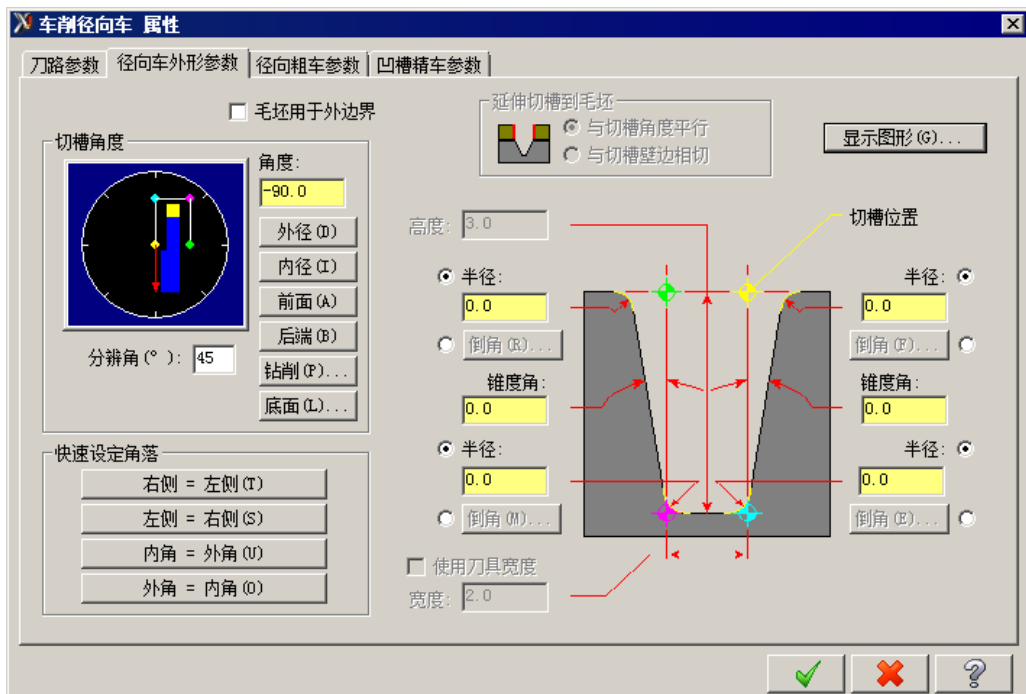

图 8.10.4 “径向车外形参数”选项卡
Step1. 在“车削径向车 属性”对话框中单击 **径向车外形参数** 选项卡, 切换到“径向车外形参数”界面, 如图 8.10.4 所示, 采用系统默认的参数设置值。